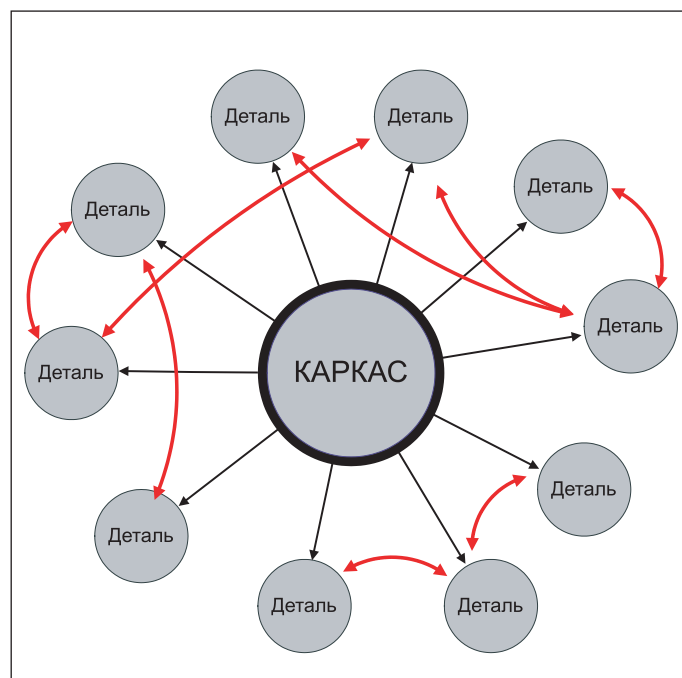

Рис. 2. Схема взаимных связей компонентов сборки при наличии адаптивных зависимостей (отмечены красными дуговыми стрелками)
- Минимизация сложных сборочных зависимостей "деталь ↔ деталь" и отсутствие адаптивных связей (рис. 2) помогают сделать процесс обновления сборки менее ресурсоемким и более надежным.